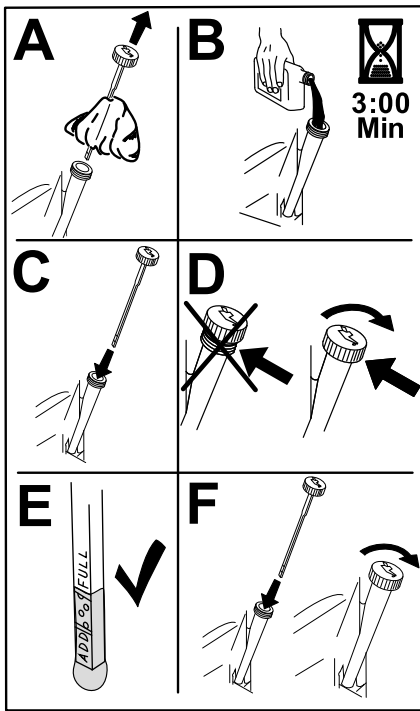

図 43
6. 所定量の 80% 程度のオイルをゆっくり入れ、そこから、残りの量を注意深く足してFULLマークまで入れる図 43。